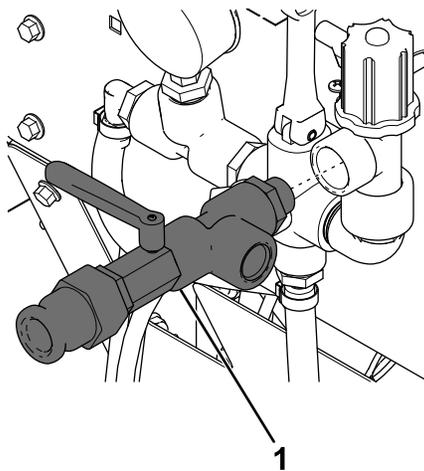

Bild 4
3. Tragen Sie Gewindegicherungspaste am Ende des Rückschlagventils auf und bringen Sie es am Sprühregler an (**Bild 4**).